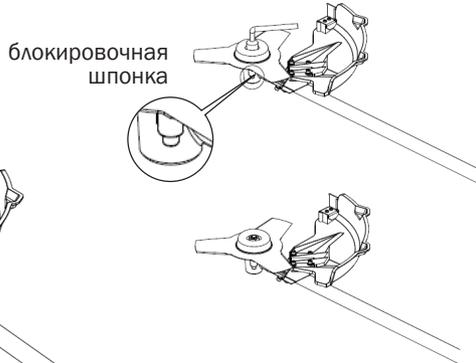

Рис. 25
- Нажмите на защелку и одновременно поворачивайте гайку по часовой стрелке с помощью предоставленного ключа для установки (Рис. 25).